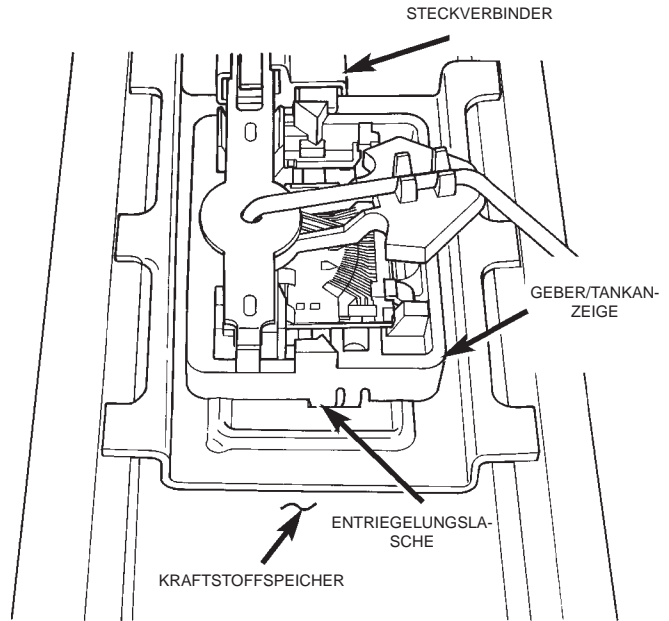

Abb. 32 Entriegelungslasche, Geber/Tankanzeige EINSPRITZPUMPE
(1) Den Kraftstoffbehälter ausbauen. Näheres hierzu siehe "Aus-/Einbau, Kraftstoffbehälter".
(2) Die Kraftstoffpumpeneinheit ausbauen. Näheres hierzu siehe "Aus-/Einbau, Kraftstoffpumpeneinheit".
(3) Den Steckverbinder von den Anschlüssen der Gebereinheit abziehen.
(4) Auf die Entriegelungslasche drücken (Abb. 32) und so die Gebereinheit von der Kraftstoffpumpeneinheit lösen.